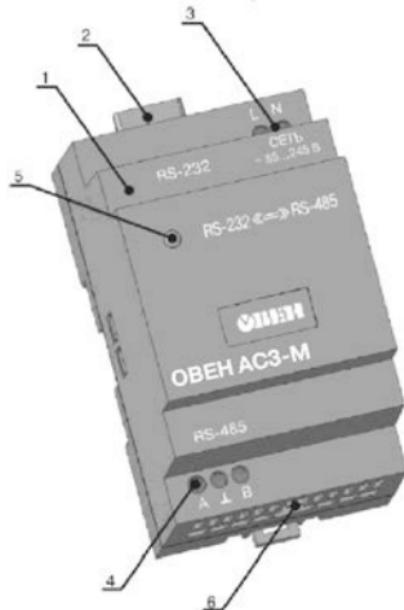

Рисунок 3.1
5.2.2 Подать напряжение питания на преобразователь и подключенные к нему устройства. О готовности преобразователя к работе будет сигнализировать светодиод 5 (см. рисунок 3.1) постоянной засветкой зеленого цвета.